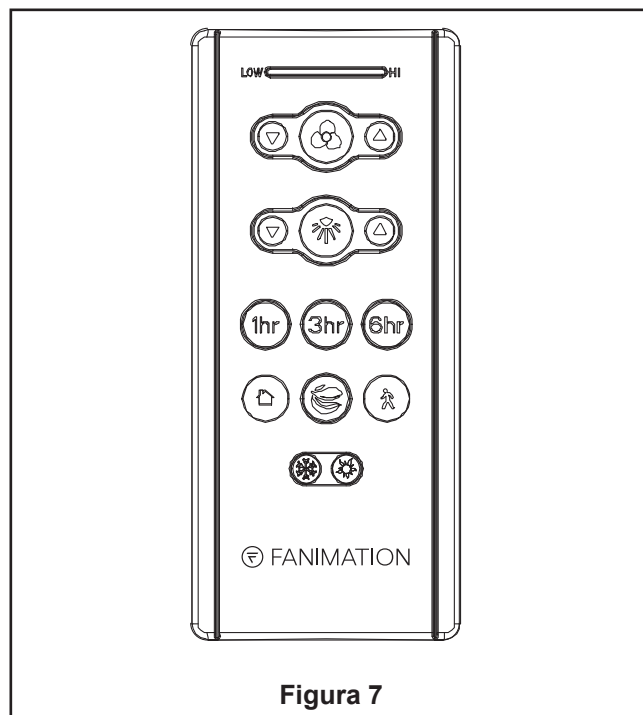

Figura 7
- ☐ **7.** Asegure el vidrio en la ernsamble de la placa de iluminación girándolo en el sentido de las agujas del reloj y sin apretar demasiado. (Figura 7)
9. Funciones del control remoto: (Figura 7)